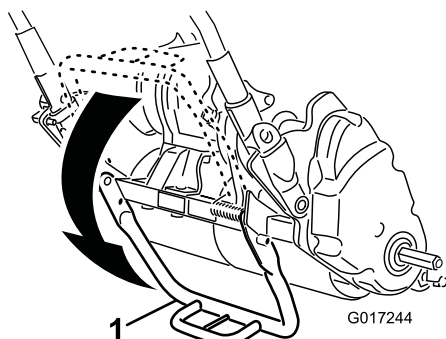

Figura 15
1. Empurre o suporte para baixo com o pé e puxe o manípulo para cima até que o suporte tenha rodado para a frente, em direcção ao centro (Figura 15).